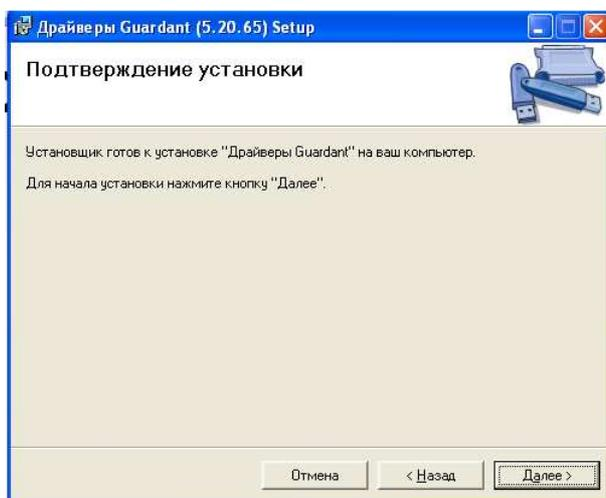

Рис. 8.33
- появится окно подтверждения установки, Рис. 8.33. Нажмите на кнопку «Далее»;